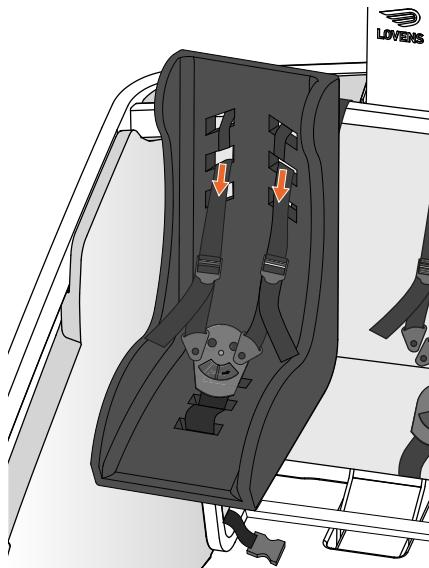

Figure 14 - Serrage des sangles de la ceinture.
17. Faites passer les bretelles par l'arrière du conteneur pour enfants, comme indiqué à la figure 14, et attachez à nouveau la ceinture à trois points.